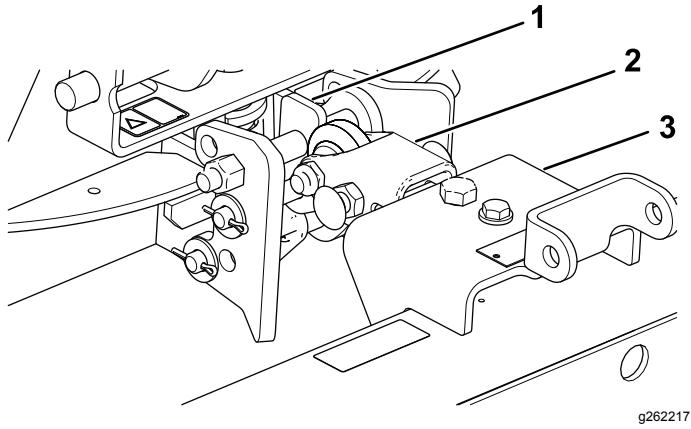

Bild 10
1. Montieren Sie die Anhängevorrichtung so, dass die flache Seite oben liegt (Bild 10).
2. Montieren Sie die Deichsel an der Unterseite des Hängeprofils (Bild 10).